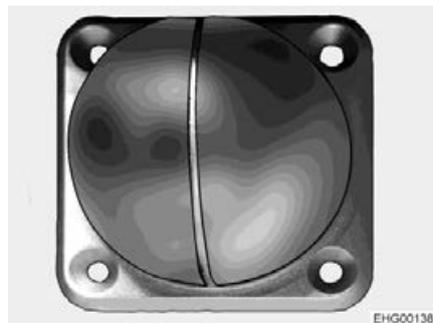

Bild 108 Dockingstation (aktiv und passiv)
- aktive Dockingstation (Bild 108) mit Ladefunktion im Kleiderschrank
- passive Dockingstation (Bild 108) unter einem Hängeschrank
Die mobile Leuchte ist zusammengesoben (Bild 106) und wird auf eine passive Dockingstation (Bild 108) gesteckt.
- Leuchte zusammenschieben (Bild 106) und auf aktive Dockingstation (Bild 108) im Kleiderschrank stecken.